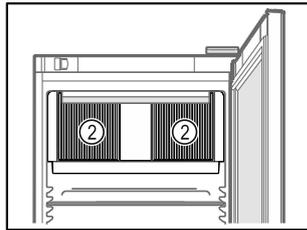

Fig. 64
- Lüftungsschlitze Fig. 64 (2) des Umluftgebläses im Innenraum freihalten.